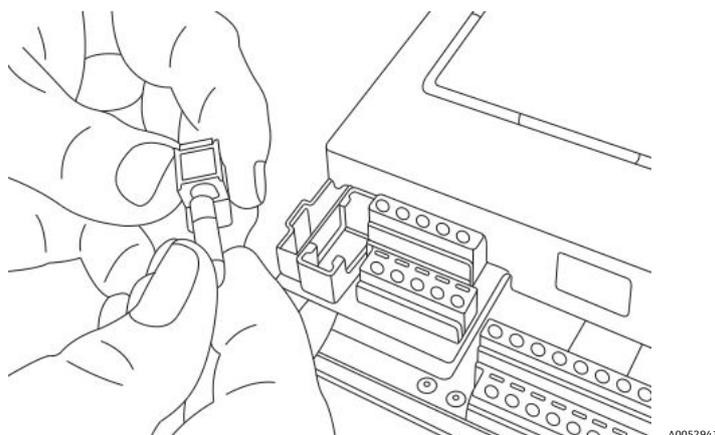

Figure 76. Retrait du fusible
4. Retirer le fusible du couvercle du fusible. Voir la figure 76.